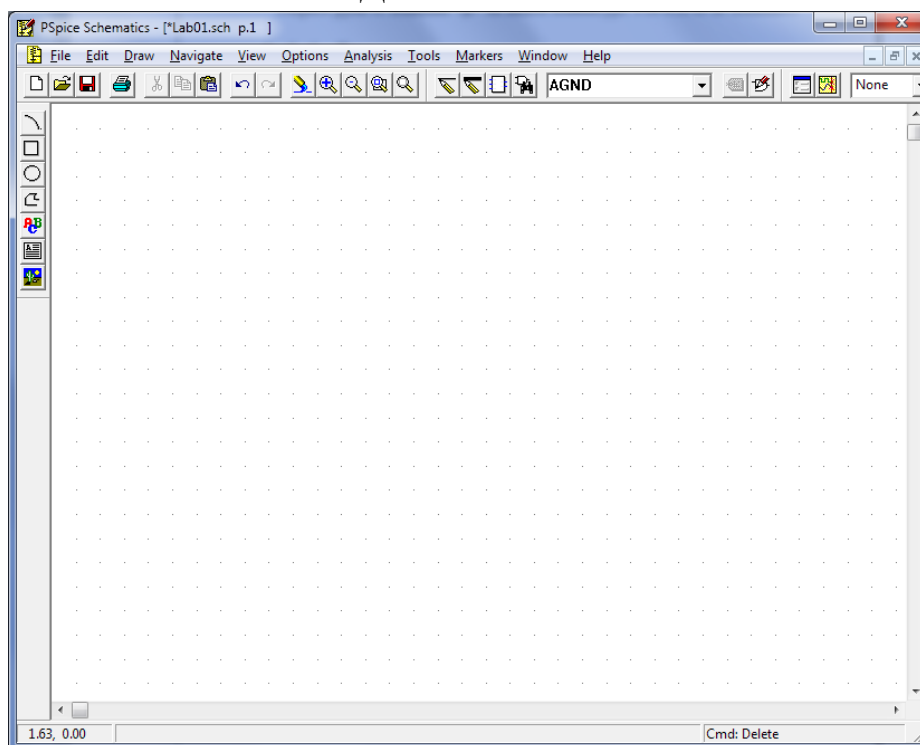

Рис. 12.3. Робоче вікно редактора PSpice Schematics після збереження під ім'ям Lab01.sch
- правильно формувати з'єднання елементів схеми, як це зроблено на рис. 12.3.